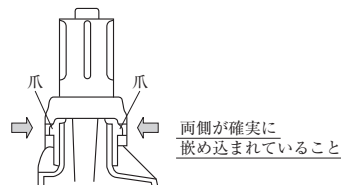

図1
3. 排液ボトルと接続キャップがしっかりと接続されていることを確認する。(図1)